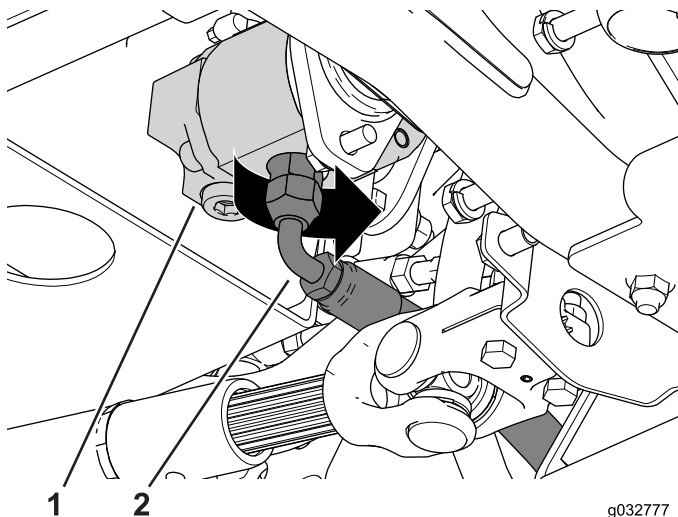

Bild 122
3. Fluchten Sie die Schraubenlöcher aus, um die Schrauben und Distanzstücke lose an der rechten Seite der Maschine zu befestigen (Bild 122).
2. Lockern Sie das Anschlussstück des Zulaufschlauchs, das an der Getriebepumpe angeschlossen ist, und drehen es zur rechten Seite der Maschine (Bild 122).